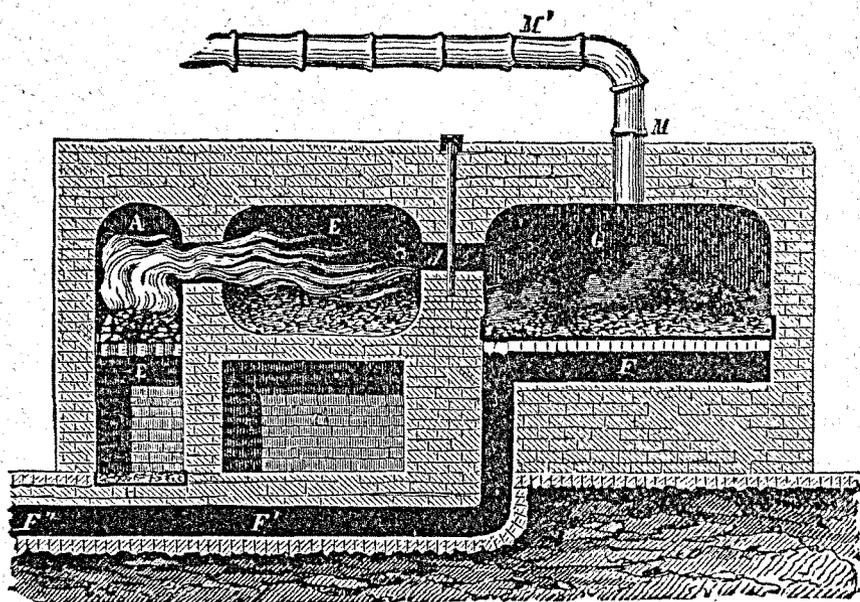

Fig. 132. — Four pour préparer le sulfate neutre de sodium.
*sulfate neutre de sodium* et du gaz *acide chlorhydrique* qui se dégage ; il n'y a qu'à faire barboter ce gaz dans l'eau pour avoir l'acide du commerce. La réaction a lieu (fig. 132) dans un four divisé en deux compartiments, et chauffé par un foyer à part. Le chlorure de sodium et l'acide sulfurique sont mis d'abord dans le compartiment G, le plus éloigné du foyer, dont la sole est une cuvette en